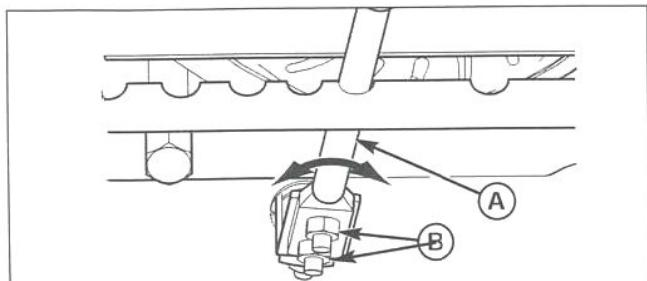

Рис. 23. Регулировка рычага переключения передач
6. Ослабьте болты рычага переключения передач (A, рис. 23), и переведите рычаг в положение минимальной скорости движения вперед.
9. Затяните гайки 1/4-20 (B, рис. 23) с моментом затяжки 6,8 Нм (60 фунтов на дюйм).